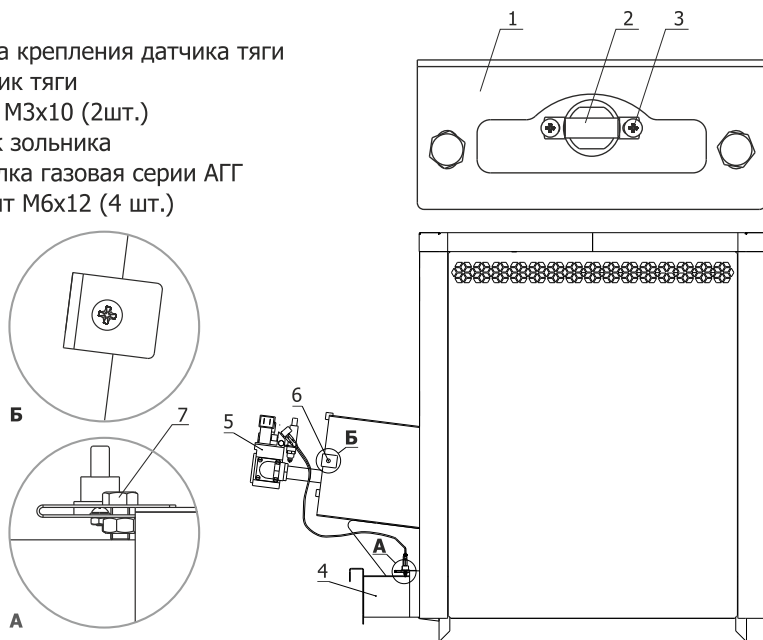

Рис. 5 Схема установки горелки газовой
4. установить скобу крепления датчика тяги на крышку корпуса зольника как показано на виде А, и закрепить путем затяжки болтов поз. 7 (см. Рис.5)